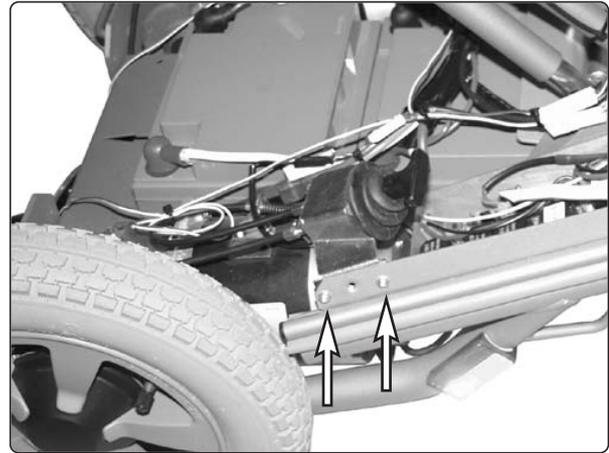

Abb. 16. Der Brementriegelungsmechanismus ist mit zwei Schrauben befestigt.
3. Bauen Sie den Brementriegelungsmechanismus aus. Er ist mit zwei Schrauben befestigt, siehe Abb. 16.
5. Bauen Sie den Brementriegelungsmechanismus aus. Er ist mit zwei Schrauben befestigt, siehe Abb. 16. Der Brementriegelungsschalter lässt sich einfacher ausbauen, wenn der Brementriegelungsmechanismus ausgebaut ist.